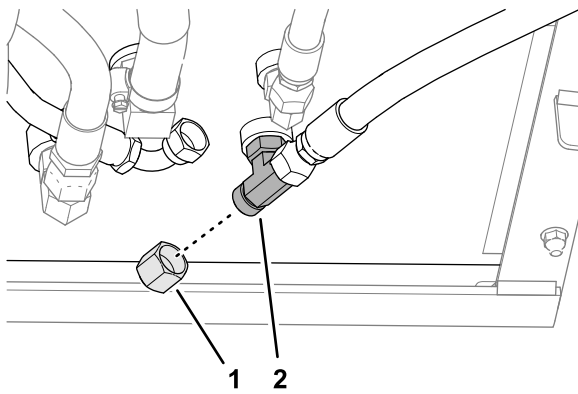

図 67
- 図 67図に示すように、キャップをT字継手に取り付けます。